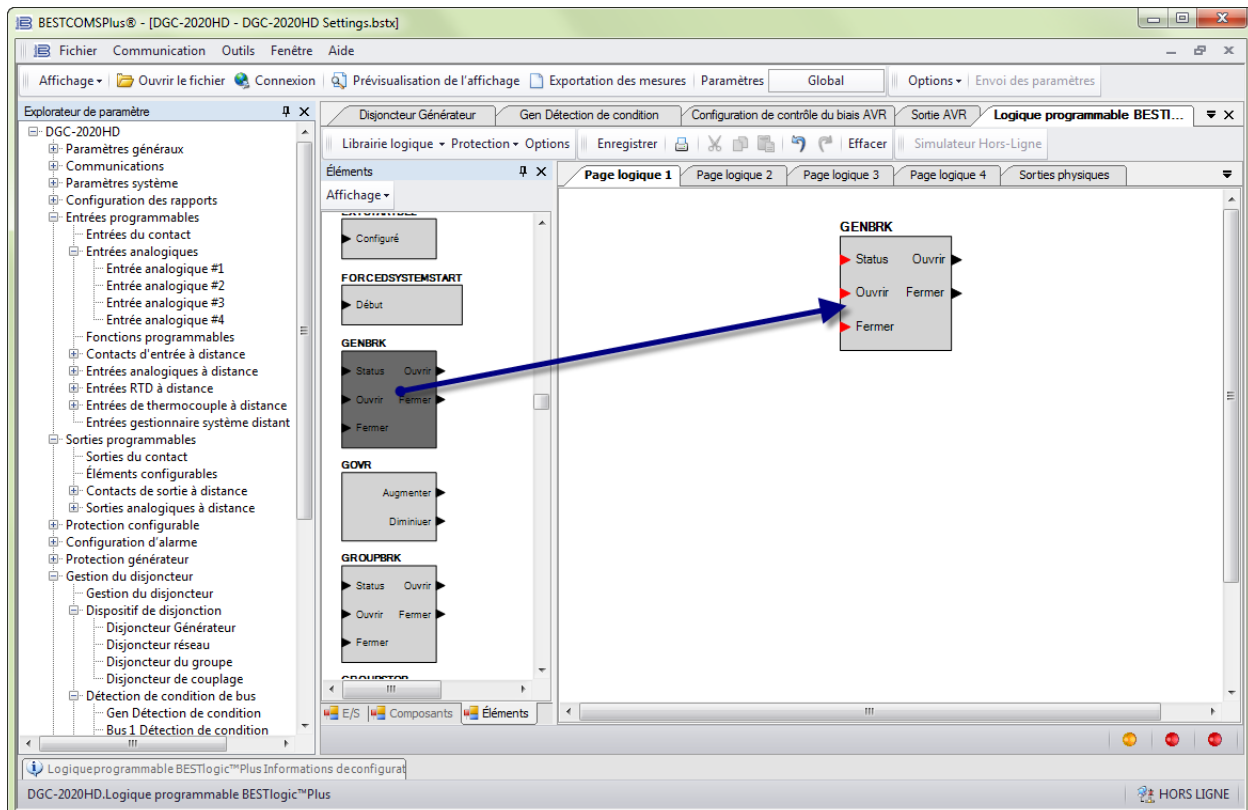

Figure 13-10. Configuration du synchroniseur dans BESTLogicPlus (Étape 25)
25. Configurez la logique programmable pour permettre au contrôleur DGC-2020HD de synchroniser l'alternateur et de fermer son disjoncteur. Dans la logique programmable BESTLogicPlus, cliquez sur l'onglet *Éléments* et faites glisser l'élément GENBRK (disjoncteur de l'alternateur) dans le schéma logique principal. Reportez-vous à la Figure 13-10.